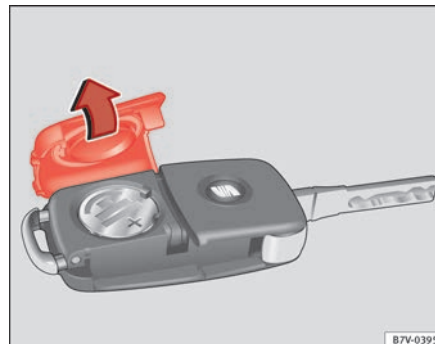

Fig. 43 Llave del vehículo: tapa del compartimento para la pila.
La pila se encuentra en la parte trasera de la llave del vehículo, bajo una tapa ⇒ fig. 43.
- Retire la tapa de la parte trasera de la llave del vehículo ⇒ fig. 43 en la dirección de la flecha ⇒ ❶.
- Coloque la tapa en la carcasa de la llave del vehículo, presionándola tal como se muestra ⇒ fig. 43, en sentido contrario a la flecha, hasta que encastre.